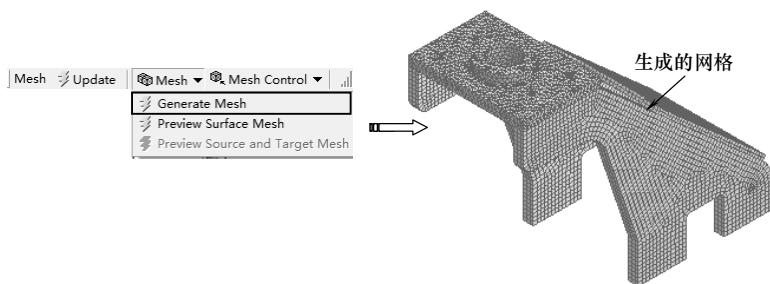

图 6-49 生成网格
3) 在【Outline (分析树)】中选择【Mesh】节点，单击【Mesh】工具栏上的【Mesh (网格)】|【Generate Mesh (生成网格)】命令，将弹出网格生成进度条，表明正在划分网格。当网格划分完成后，进度条自动消失，最终生成效果如图 6-49 所示。